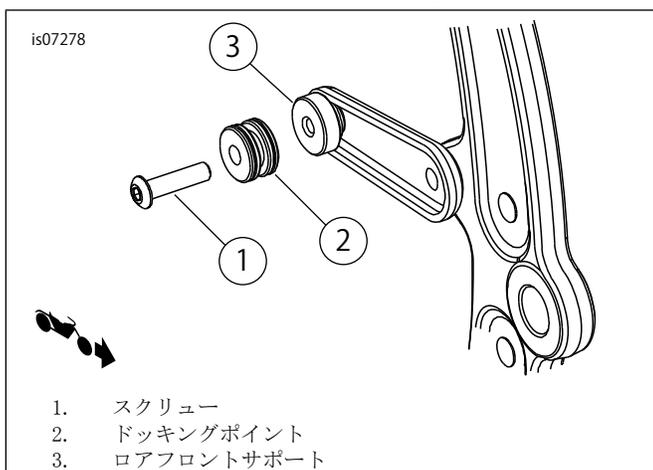

図6. ロアフロントドッキングポイント(他のデタッチャブルアクセサリなし)
- 「図6」を参照してください。ミニドッキングポイント(2)をスクリュー(1)に取り付けます。